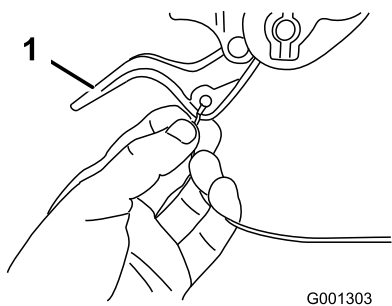

Рисунок 7
2. Пропустите левый или правый конец троса над нижней рукояткой и вставьте конец троса в отверстие соответствующего рычага муфты свободного хода (Рисунок 7).